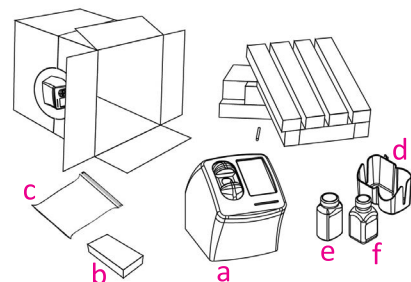

Рисунок 4
7. Снимите блоки пенопласта с боковых частей прибора (рис. 4).
См. Рисунок 4.